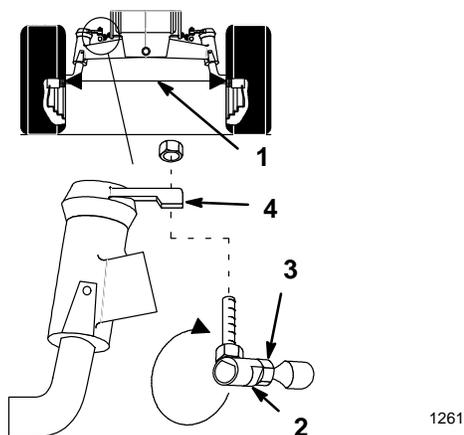

Figure 32
2. Déposer la rotule d'un des bras de direction (Fig. 32).
4. Maintenir l'alignement des méplats de la rotule sur ceux de la biellette, et serrer le contre-écrou (Fig. 32).